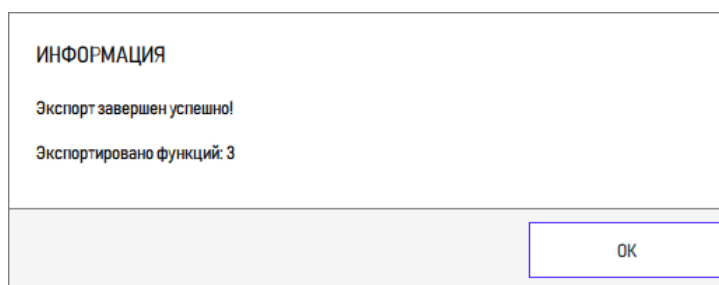

Рисунок 185 – Сообщение о завершении экспорта
6) После того, как файл будет сохранен, выводится сообщение об окончании экспорта (рисунок 185).